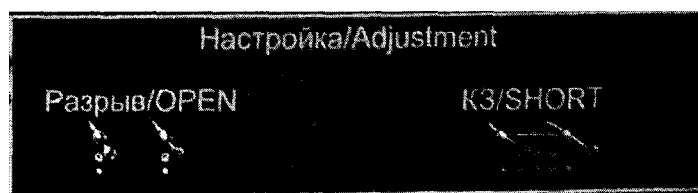

Рисунок 6 – Сегмент калибровки измерителя иммитанса
Калибровка холостого хода (Open-калибровка) проводится в специально отведенном на поверочной плате PL2 сегменте «Настройка/Adjustment» - «Разрыв/OPEN» (рисунок 6).
Калибровка короткого замыкания (Short-калибровка) проводится в специально отведенном на поверочной плате PL2 сегменте «Настройка/Adjustment» - «КЗ/SHORT» (рисунок 6).
- выполнить измерение номинала 1 пФ и записать полученное значение (Аэж) в столбец «Контр.» в окне программы «Pilot PCT», с точностью до 4 знака (рисунок 6);
- выполнить измерение номинала 1 мкГн и записать полученное значение (Аэж) в столбец «Контр.» в окне программы «Pilot PCT», с точностью до 4 знака (рисунок 6);
- используя универсальный цифровой вольтметр, подключить измерительные кабели к тестовым выводам платы «0V - 1V» и выполнить измерение номинала 1 В поверочной платы. Записать полученное значение (Аэj) в столбец «Контр.» в окне программы «Pilot PCT», с точностью до 4 знака (рисунок 6);